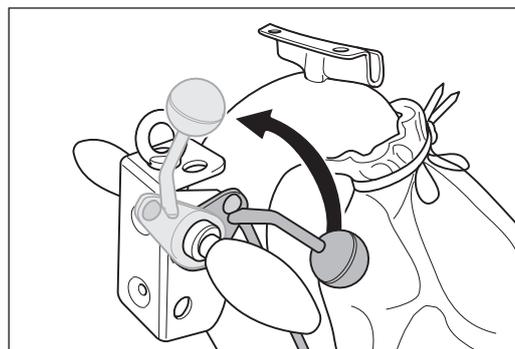

Abb. 29 Den Ablasshebel am Handgriff bis zum Anschlag nach oben ziehen. Dadurch wird die Schleifwalze vom Boden abgehoben.
- **Vor dem Einschalten der Maschine immer die Schleifwalze vom Boden abheben (Abb. 29)!**
- 1 Ziehen Sie den Ablasshebel am Handgriff bis zum Anschlag nach oben (Abb. 29). Dadurch wird die Schleifwalze vom Boden abgehoben.
- Vor dem Einschalten der Maschine **immer** die Schleifwalze vom Boden abheben (Abb. 29)!